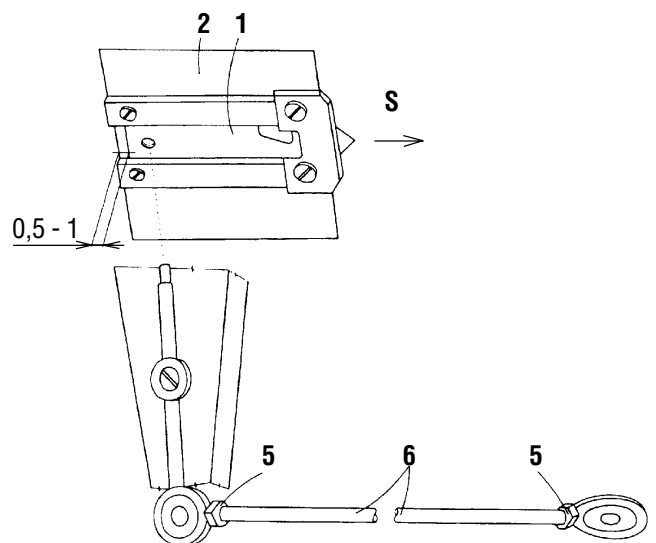

Abb. 24
25. Einstellung der Ausgangslage des beweglichen Schneidmessers (Abb. 24, 25)
30. Demontage und Montage des beweglichen Schneidmessers (Abb. 24)